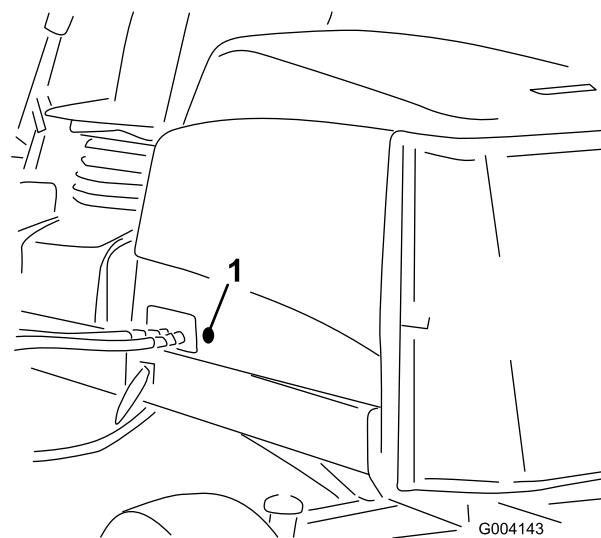

Figure 16
2. Retirez les bagues en caoutchouc du trou dans le côté gauche du capot (Figure 16).